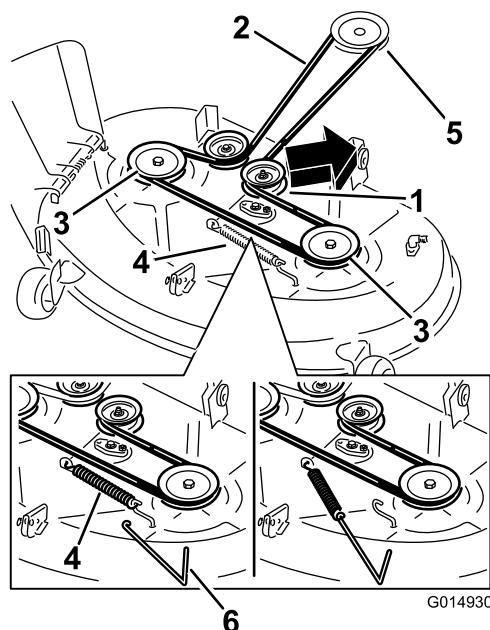
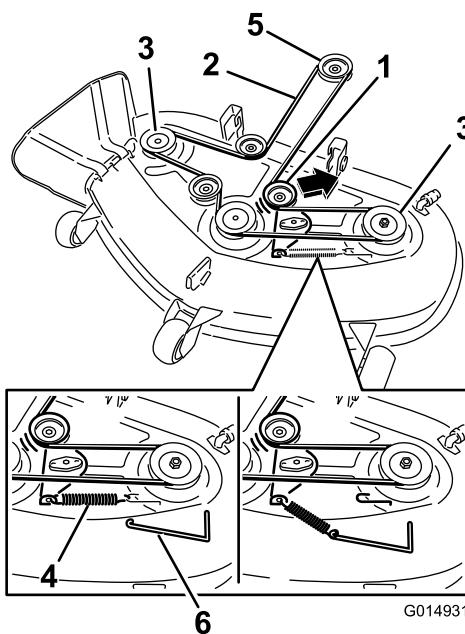

Bild 74
Bild 75
6. Entfernen Sie die Spannscheibenfeder mit einem Werkzeug zur Federentfernung (Toro Bestellnummer 92-5771) vom Mähwerkhaken, um die Spannung von der Spannscheibe zu nehmen, und rollen Sie den Riemen von den Spannscheiben (Bild 74 und Bild 75).
7. Verlegen Sie den neuen Riemen um die Motor- und Mähwerkriemenscheiben (Bild 75).
8. Setzen Sie die Spannscheibenfeder mit einem Werkzeug zur Federentfernung auf den Mähwerkshaken, um die Spannscheibe und den Mähwerkriemen zu spannen (Bild 74 und Bild 75).